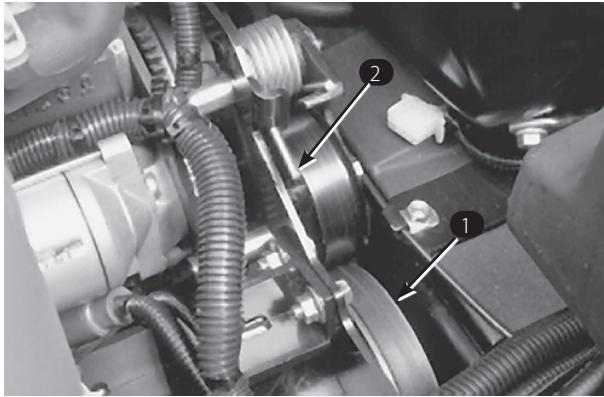

図 52
2. スプリングの端を前側に押し下げてブラケットから外し、スプリングのテンションをなくす（図52）。